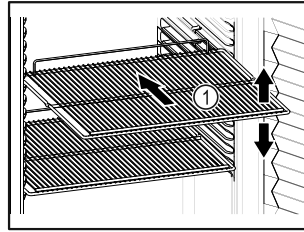

Fig. 60 Atvaizdo pavyzdys
- Jei pastatymo groteles Fig. 60 (1) galima perkelti, pritaikykite atsizvelgdami į aukštį.